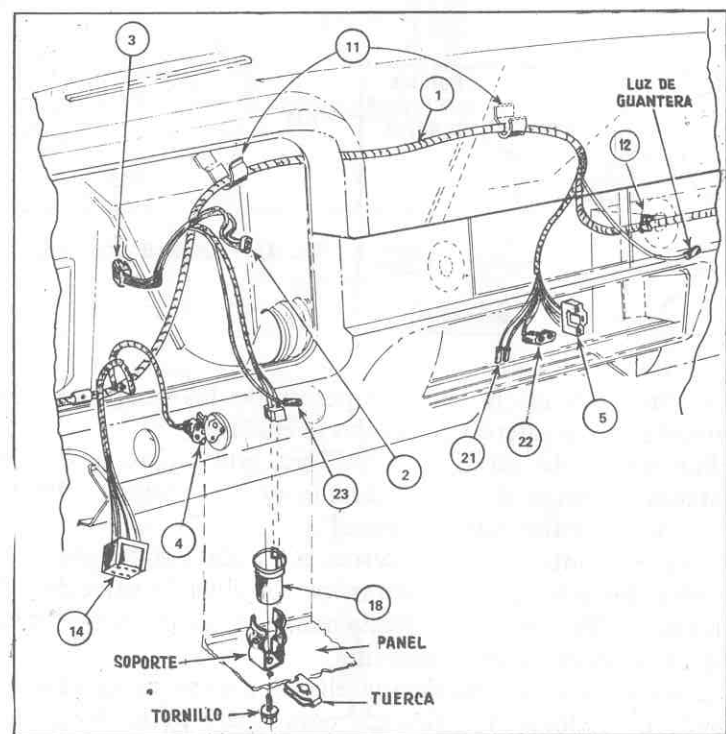

Fig. 113.— Instalación eléctrica del tablero de instrumentos y controles en el panel.
El mazo principal de cables 1 (figs. 113, 114 y 115) está ubicado detrás del tablero de instrumentos e incluye la alimentación al radioreceptor (2), al motor limpiaparabrisas (3) y a los interruptores de encendido (4), calefactor (5), motor limpiaparabrisas (6) y luces (7).
Destellador de emergencia (17) y destellador de giro (18); ambos destelladores están sujetos al panel por un soporte metálico elástico que facilita su extracción (figs. 113 y 114). Interruptor de retroceso (19), relevador de